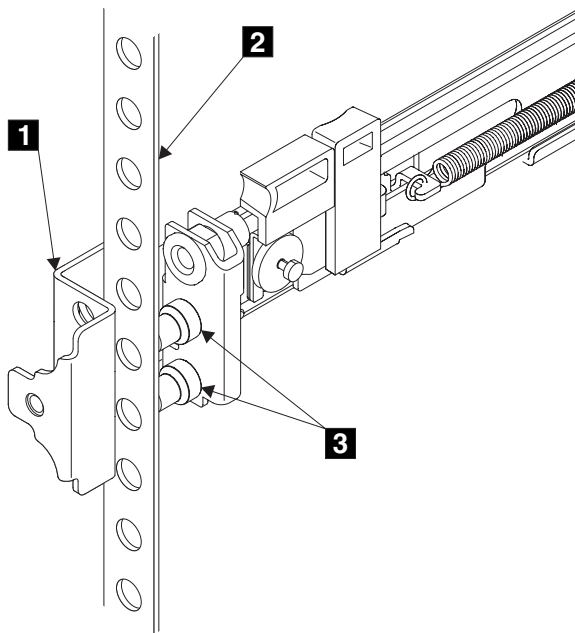

图 30. 安装导轨前端
11. 将左导轨的前端放在机架柜中。将前支架 **1** (图 30) 的顶部与机架上必需的 EIA 标记对齐。